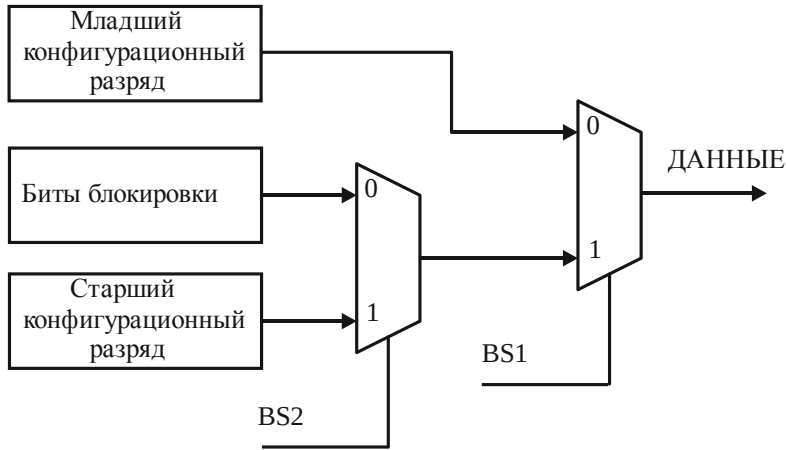

Рисунок 3.114 – Мультиплексирование конфигурационных битов и битов блокировки битами BS1 и BS2 при чтении на выводе «Данные»
- 1. Загрузить команду «0000 0100» (см. рисунок 3.114).